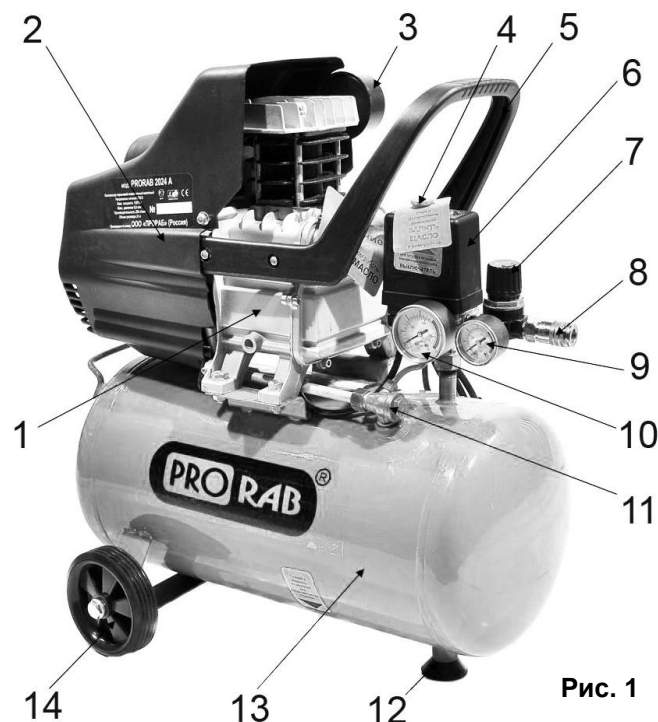

Рис. 1
- Блок поршневой (1)(См. Рис.1) – поршневая группа, одноступенчатая, одноцилиндровая, с воздушным охлаждением - предназначена для выработки сжатого воздуха.
- Ресивер (воздухосборник) (13)(См. Рис.1) служит для сбора сжатого воздуха, выравнивания пульсации воздуха, получающейся в результате возвратно-поступательного движения поршня компрессора, отделения конденсата и масла. Ресивер является также корпусом, на котором смонтированы узлы и детали компрессора.
- Ресивер имеет штуцера для установки реле давления (прессостата) (6), обратного клапана (11), крана слива конденсата, предохранительного клапана, а также кронштейны для установки платформы.
- Платформа предназначена для монтажа поршневого блока, электродвигателя, защитного кожуха (2).
- Электродвигатель предназначен для привода поршневого блока и компрессорной группы, и закрыт защитным кожухом (2)(См. Рис.1).
- Реле (прессостат) (6) служит для обеспечения работы компрессора в автоматическом режиме, поддержания давления в ресивере.
- Штуцер (8) с регулятором давления (6) предназначен для подачи воздуха потребителю.
- Обратный клапан (11)(См. Рис.1) обеспечивает подачу сжатого воздуха только в направлении от поршневого блока к ресиверу.
- Манометр (10) предназначен для контроля давления в ресивере.
- Блок управления компрессором включает в себя: манометр давления в ресивере (10); манометр давления на выходе (9); реле давления (прессостат) (6); регулятор давления на выходе (7); кнопку пуска (4); клапан предохранительный.
- Убедитесь в том, что кнопка пуска (4) на реле давления (6)(См. Рис.1) находится в положении «Выключено». Вставьте вилку питающего электрического кабеля в соответствующую розетку.
- Переверните кнопку пуска (4) на реле давления (6)(См. Рис.1) в положение «Включено».
- Остановите компрессор, вновь нажав на кнопку пуска (4)(См. Рис.1).
- Присоедините к раздаточному штуцеру (8) шланг потребителя.
- ***Для включения*** нажмите на кнопку пуска (4)(См. Рис.1) реле давления, чтобы установить ее в положение «Включено».
- Подсоедините шланг подачи сжатого воздуха к штуцеру (8)(См. Рис.1).
- Постоянное использование максимального давления на выходе необязательно в работе. Зачастую, используемый пневмоинструмент (например, краскораспылитель) требует меньшего давления (порядка 3 - 5 бар). В таких случаях рекомендуется выставлять требуемое давление при помощи регулятора (7)(См. Рис.1), что позволяет снизить нагрузку на компрессор и соответственно увеличивает его ресурс.